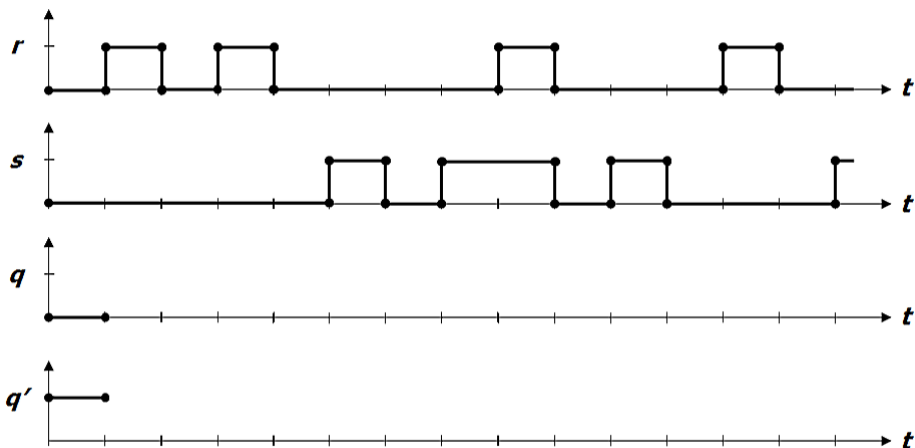

Abbildung 8: Timing-Diagramm für ein asynchrones RS-Speicherelement
- Vervollständigen Sie das Timing-Diagramm in der Abbildung 8 für ein asynchrones RS-Speicherelement. (3P)